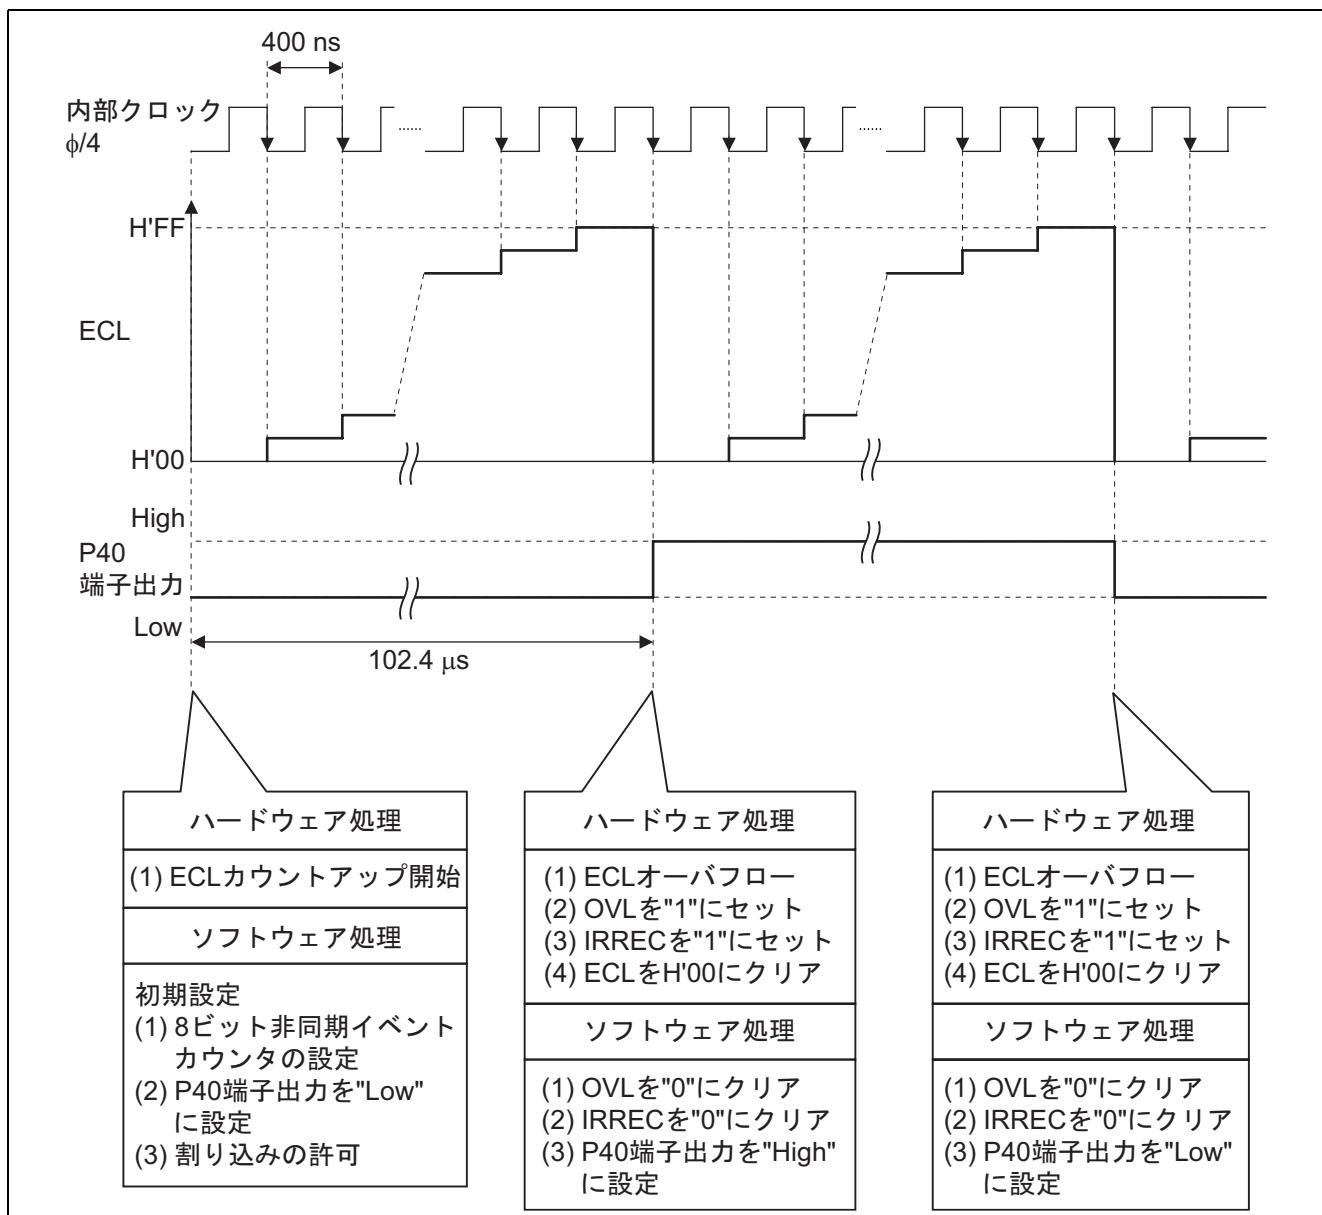

図 3 動作説明
- 図 3 に動作説明を示します。図 3 に示すようなハードウェア、ソフトウェア処理により、8 ビットモードによる非同期イベントカウンタ機能を使用して、内部クロック $\phi/4$ によるイベントカウンタ L (ECL) のオーバフロー周期ごとに P40 端子の出力を反転します。